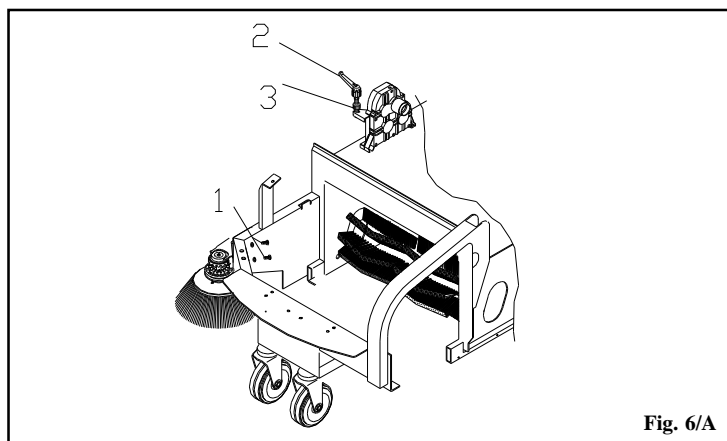

Fig. 6/A
Pour régler la brosse centrale, enlevez le capot supérieur et agissez sur la poignée de réglage (**pos. 2 Fig. 6/A**) desserrez d'abord le collier de butée (**pos. 3 Fig. 6/A**) et tournez la poignée dans la direction souhaitée (dans le sens des aiguilles d'une montre, la pression augmente). Si vous soulevez la poignée, vous pouvez la faire tourner à vide et la positionner de manière qu'elle ne gêne pas la fermeture du capot supérieur.
Réglage 510ET - 711ET (Fig. 6/B)